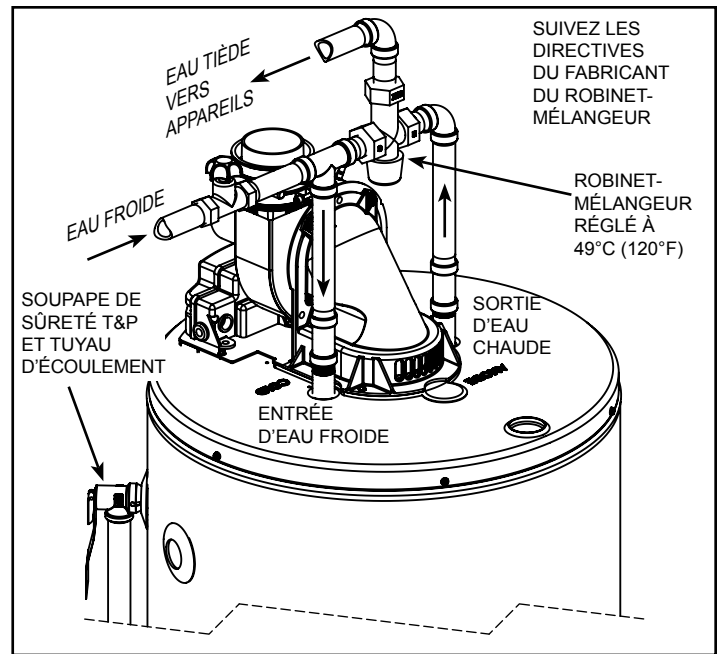

Figure 28
3. Le fabricant de ce chauffe-eau suggère la pose d'un robinet-mélangeur sur la canalisation d'alimentation en eau chaude, comme illustré à la Figure 28. Ce type de robinet abaisse la température de l'eau chaude dans tout le réseau d'alimentation en ajoutant de l'eau froide à l'eau chaude provenant du chauffe-eau.